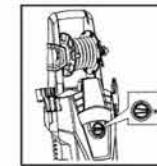

Figura 10
10. Conecte el interruptor ON / OFF a la posición ON está marcado I. Véase la figura 10.
10. Encienda el interruptor ON / OFF. Ver figura 10